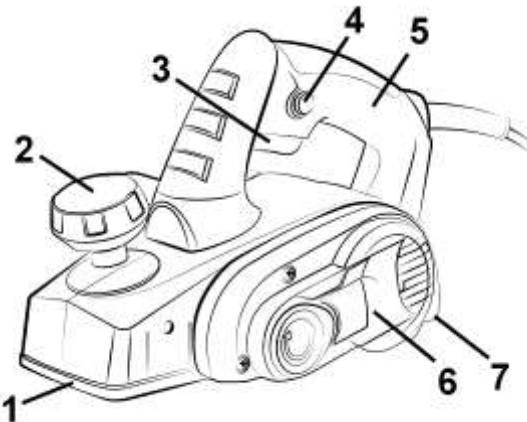

Рисунок 1
**2.3.1** Ручний електричний рубанок виконаний в пластиковому корпусі з рукоятками, в якому розташований колекторний двигун, елементи управління виробом, шнур з'єднання з мережею змінного струму 220 В, 50 Гц, ножовий блок з ремінним приводом від двигуна, який закритий кожухом (6), – згідно рис. 1.
натисніть пускову клавішу (3, рисунок 1). Для відключення виробу клавішу (3) слід відпустити. Щоб обробка була найбільш ефективною, рекомендується закріплювати заготовку під невеликим кутом, а стругання здійснювати зверху вниз.